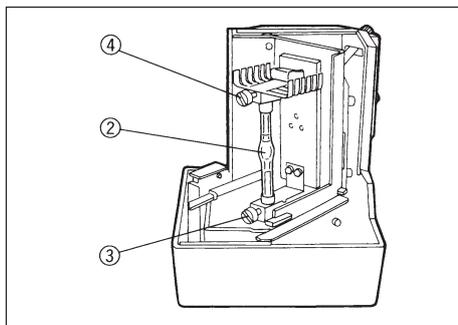

Abb. 2
2. Feststellschrauben des Brenners ③ und ④ lösen (Abb. 2) und Transportsicherung entfernen (beim Auswechseln des Brenners den verbrauchten Brenner entfernen).
3. (+)-Elektrode des Quecksilberbrenners ② in den (+)-Anschluß an der Lampenfassung einstecken und (+)-Klemmschraube ③ festziehen. Anschließend (-)-Klemmschraube ④ (mit UP gekennzeichnet) lösen. (-)-Elektrode des Brenners in den (-)-Anschluß einstecken und (-)-Klemmschraube ④ festziehen. (Abb. 2)